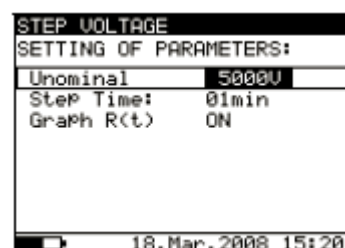

Рис. 22. Меню настроек при испытании пошаговым напряжением
- Нажмите клавишу **SELECT**, при этом на экране появится меню настроек, см. рисунок 22.